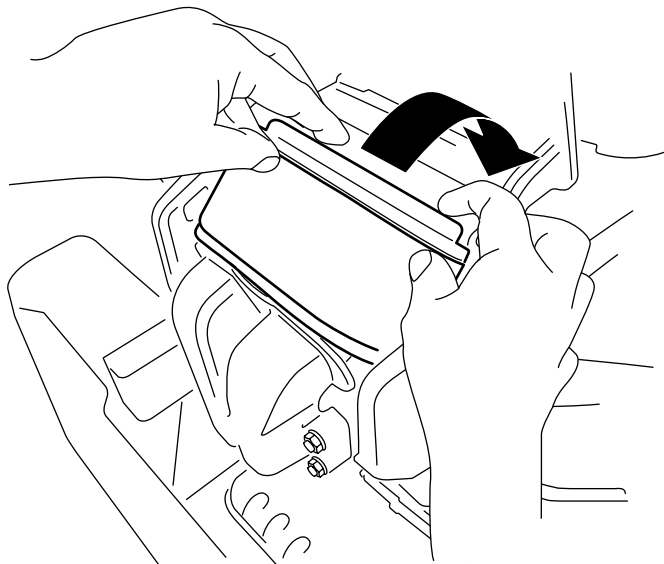

図 43
3. フィルタを下にねじ込むようにしてマニホールドに密着するように取り付ける 図 43。